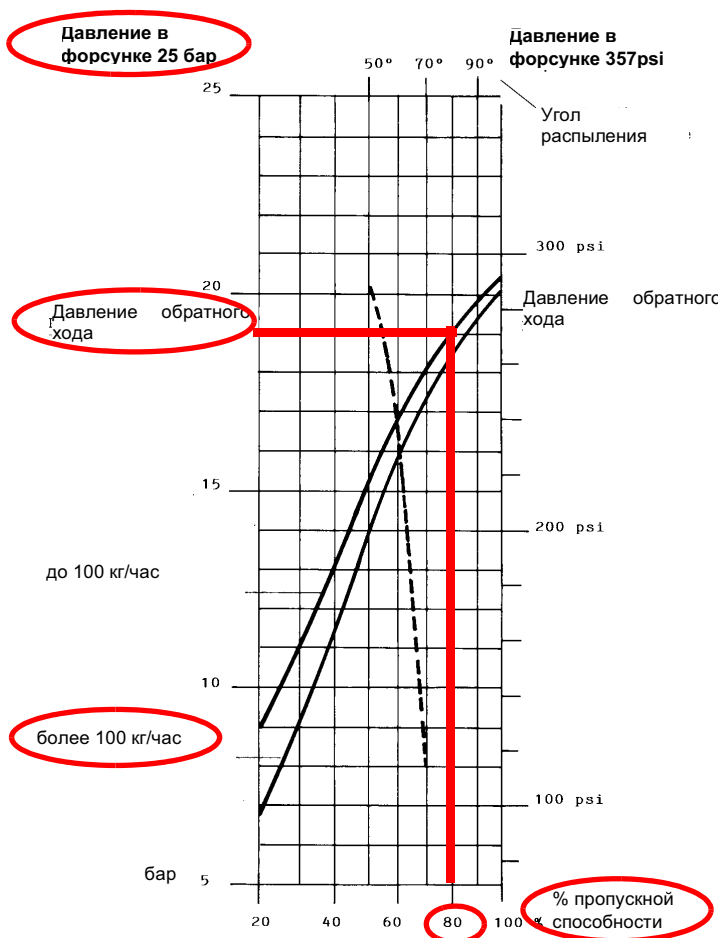
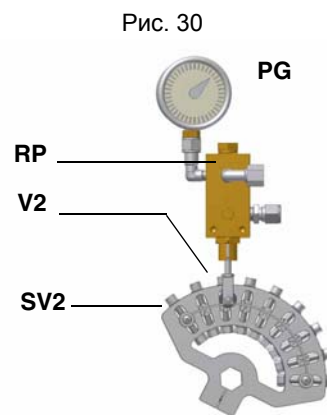

Рис. 27
Рис. 30
Расход мазутного топлива регулируется за счет выбора форсунки (противопоточного типа), соответствующего мощности котла и типу применения размера, а также регулировки давления на прямом и обратном ходе жидкого топлива, согласно данных, указанных в таблице и на графике на Рис.27 (для считывания давления - читайте последующие параграфы).
**Пример** : 80% номинального расхода на форсунке можно получить, если установлены форсунки с расходом более 100 кг/час, при давлении на обратном ходе примерно равном 18 бар (см. график на Рис. 27).
- 9 Давление питания форсунки уже отрегулировано заранее на заводе-изготовителе и не должно изменяться. Только в случае необходимости, отрегулировать давление питания (см. соответствующий параграф) следующим образом: установить манометр в положение, указанное на Рис. 30, воздействовать на регулировочный винт VR насоса (см. Рис. 28) до получения на форсунке давления в 25 бар (форсунки Fluidics - см. график на Рис. 27);
Давление питания форсунки уже отрегулировано заранее на заводе-изготовителе и не должно изменяться. Только в случае необходимости, отрегулировать давление питания (см. соответствующий параграф) следующим образом: установить манометр в положение, указанное на Рис. 32, воздействовать на регулировочный винт **VR** насоса (см. Рис. 28) до получения на форсунке давления в 25 бар (форсунки Fluidics - см. график на Рис. 27);